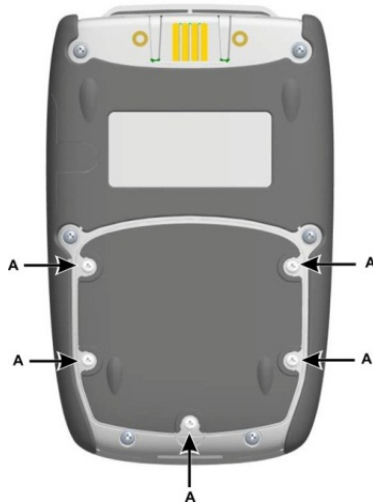

Abbildung 1-4: Installation der Batterie (Standard)
1. Entfernen Sie die fünf Pozidriv-Schrauben A, siehe Abbildung 1-4.